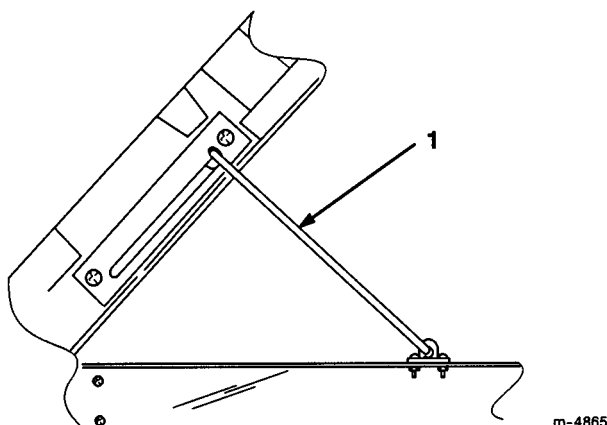

図 10
3. プロップロッドを「ロック」位置まで引き上げる（図10）。